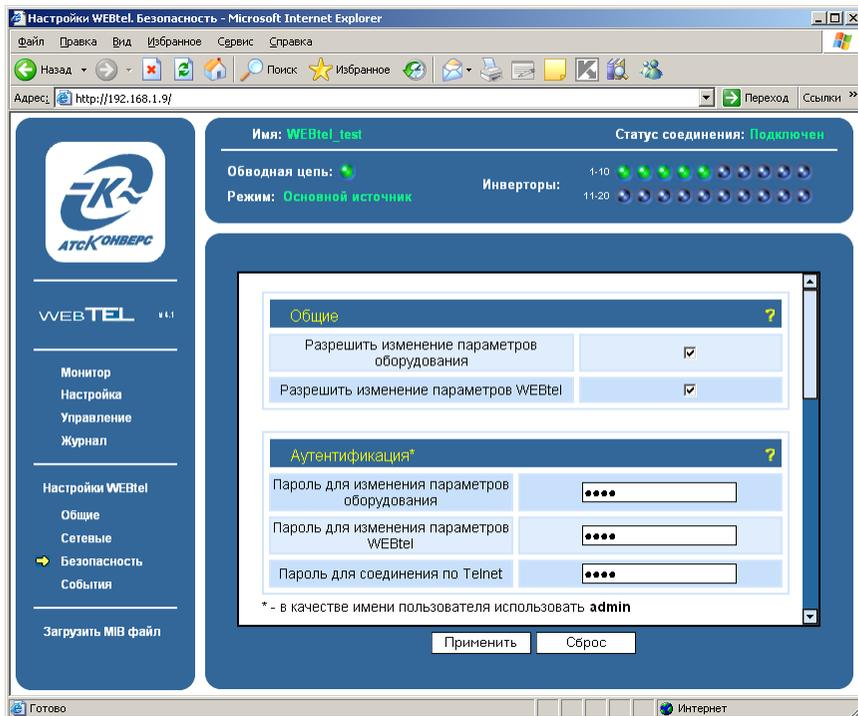

Рисунок 18 – Страница настройки параметров безопасности
7.11.1 Вход на эту страницу (рисунок 18) защищен паролем, аналогично п. 7.6.